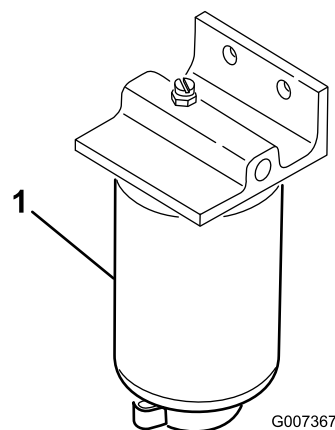

Figura 28
2. Coloque un recipiente debajo del filtro de combustible (Figura 28).
3. Abra el tapón de vaciado en la parte inferior del filtro de combustible y drene el agua acumulada (Figura 28). Apriete el tapón después del vaciado.